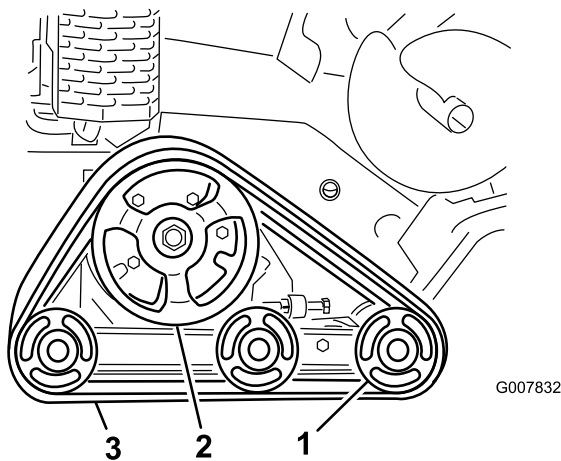

Figura 46
**Importante:** Asegúrese de limpiar completamente las ruedas de rodaje y la rueda motriz (Figura 46).